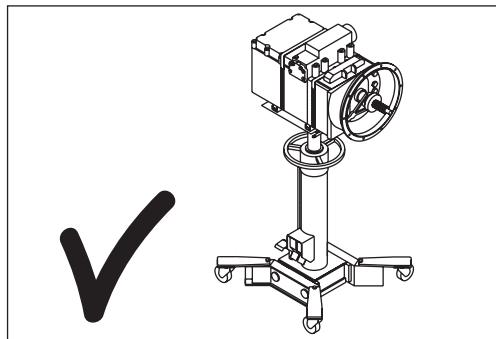

Fig. 3:
- le centre de gravité de la charge se trouve toujours à l'intérieur de la surface d'appui de l'élévateur, et à l'intérieur de la surface de la plaque à engrenages (Fig. 3)